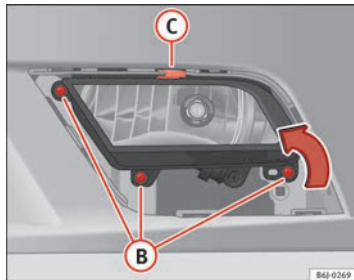

Abb. 158 Nebelscheinwerfer
- Entfernen Sie die Schrauben (3x) ⇒ Abb. 158 (B), um den Nebelscheinwerfer herauszunehmen.
- Ziehen Sie die Metallklammer an der Oberseite des Nebelscheinwerfers zur Außenseite des Fahrzeuges ab ⇒ Abb. 158 (C).